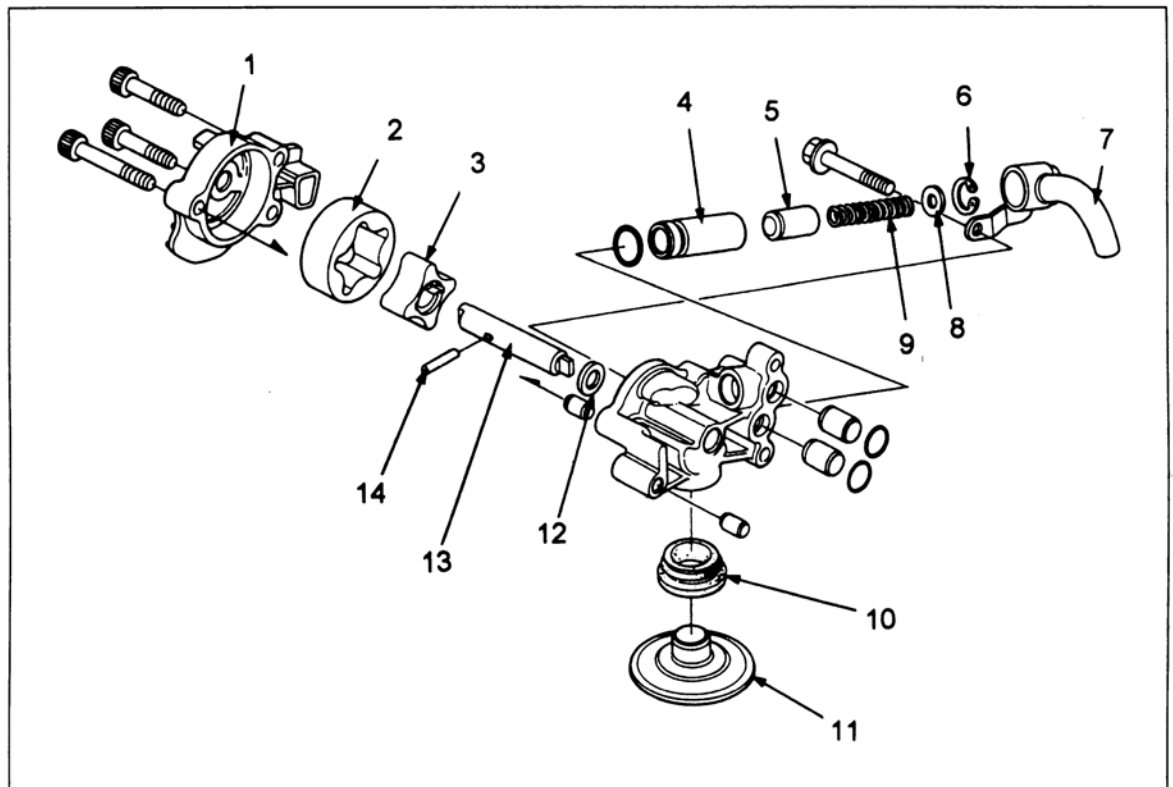

Bild 157
- Aussenrotor ② Bild 157 so in Pumpengehäuse einsetzen, dass Körnermarkierung zum Deckel weist. Innenrotor einsetzen. Mitnehmer-